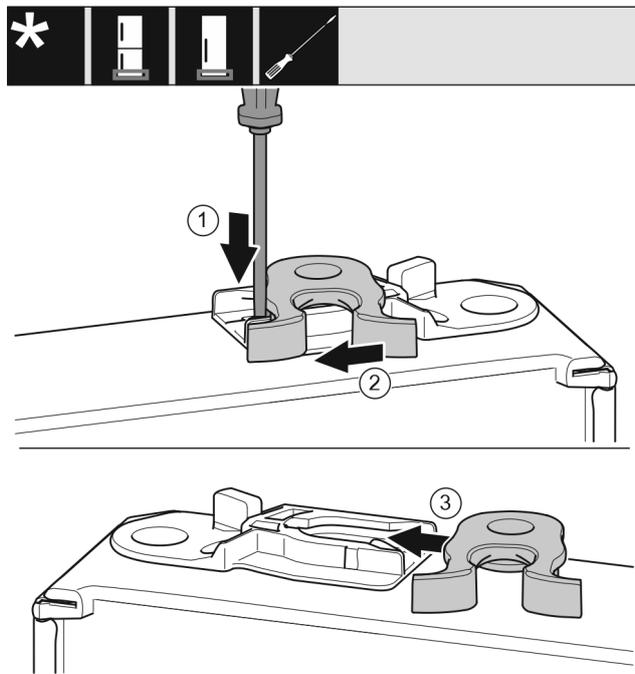

Fig. 39 *
- ▶ Прижмите накладку Fig. 39 (1) шлицевой отверткой вниз.*
- ▶ Выведите запорный крючок Fig. 39 (2) из направляющей.*
- ▶ Вставьте запорный крючок Fig. 39 (3) в направляющую с другой стороны.*